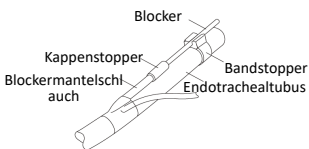

Abb. 7
5. Drehen Sie den Patienten auf die Seite, überprüfen Sie die Position der Blockermanschette unter Bronchoskopie und fixieren Sie den Blockerschaft mit dem Bandstopper auf dem Endotrachealtubus (Abb. 7).
2. Klemmen Sie den Blocker auf den Bandstopper am Endotrachealtubus (Abb. 7).